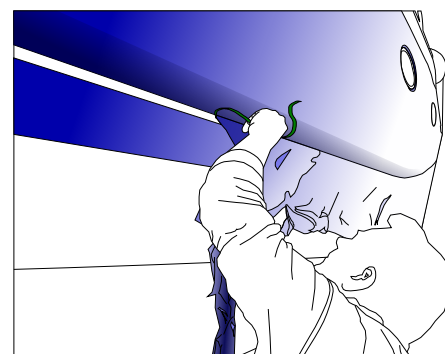

Figure 06
- Procéder aux coupes de finition du film superflus (le long du liston, de la coque, des ouvertures,...) soit avec un CUTTER soit en retirant les morceaux de FILDEC03 précédemment placés. (FIG. 06)